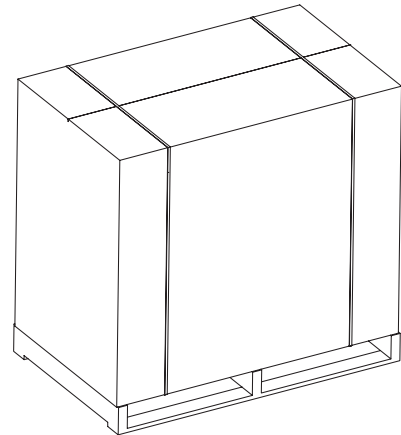
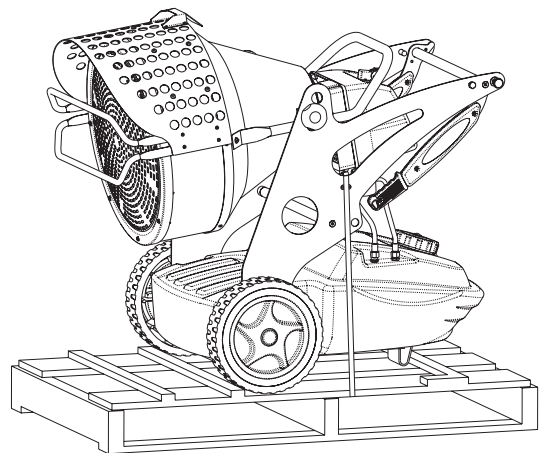
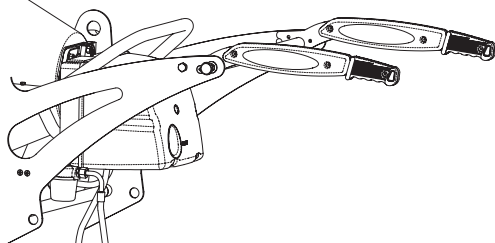

Figure 1 - Emballage XL9.
Figure 2 - XL9 sur le palette.
Figure 9 - Position avec poignées ouvertes (XL9 en déplacement).
- Éliminer les supports utilisés pour emballer l'appareil (Fig. 1).
- Ouvrir l'emballage à partir du haut (Fig. 2).
- Fixer solidement le générateur sur la plate-forme (Fig. 2).
- Lorsque c'est possible, placer l'emballage en carton depuis le haut sur la plate-forme en le fixant avec des matériaux ad hoc (Fig. 1).
- Expédier le générateur comme sur la Fig. 1, ou du moins la Fig. 2.
Le générateur peut être muni de roues pivotantes (G Fig. 1). Dans ce cas, si le terrain le permet, il convient de pousser le générateur comme un chariot. Au cas où l'appareil n'a pas de roues pivotantes, il convient de bloquer le pivot (P Fig. 2) placé sur un des montants latéraux du générateur. Baisser la poignée de la « position au repos » (Fig. 9). Tourner la poignée à la position « position de déplacement » (Fig. 10). Soulever le générateur et le déplacer en le faisant rouler sur les roues antérieures.